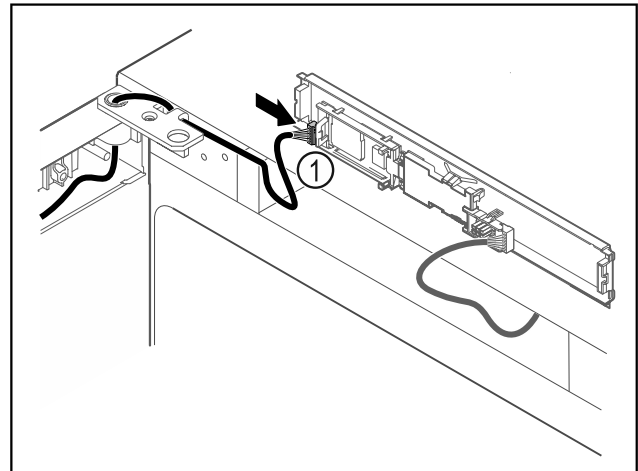

Fig. 60
- Zapojte zástrčku Fig. 60 (1) na doske plošných spojov.